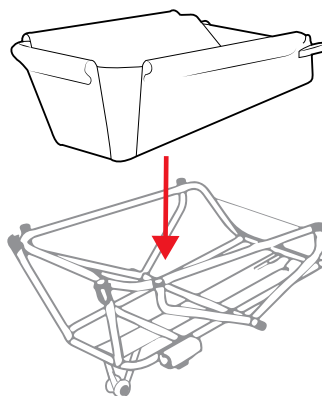

Abbildung 4
1. Drehen Sie die Rahmenbaugruppe mit der rechten Seite nach oben und setzen Sie den Stoffkorb wie gezeigt ein (Abbildung 4).